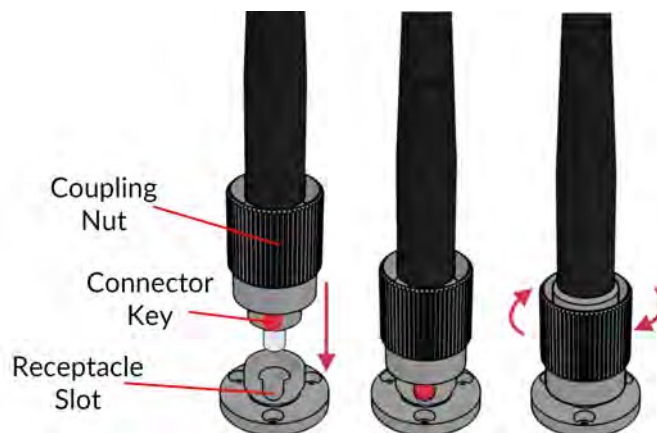

Figure 3.3 : Connecteur FC, Installation de la fibre
2. Avec un connecteur FC, la clé du connecteur doit être orientée de manière à entrer dans la fente du réceptacle pour assurer une connexion correcte (Fig. 3.3).